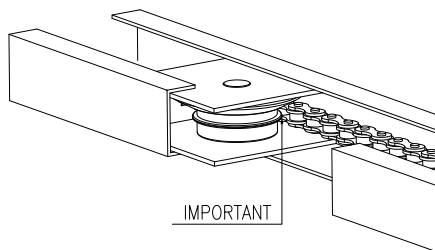

Fig. 6A
**Attention! Quand l'installation de l'automatisme est terminée, vérifier la traction correcte de la chaîne (courroie) ATT. fig.6A. Si la chaîne apparaît peu tendue quand la porte est fermée, agir sur l'écrou D.**